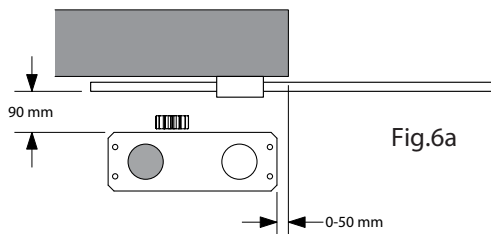

Fig.6a
- Fig.6a installatie motor aan de linkerzijde